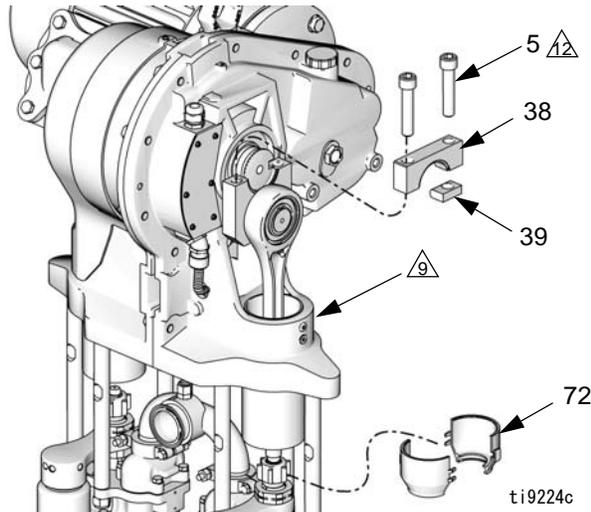

図 6. クランクアームキャップの取り外し
- 図6を参照してください。1/2インチ六角ドライバを使用して2本の押さえネジ(5)を緩めて外します。クランクアームキャップ(38)およびキー(39)を取り外します。必要に応じて、プラスチック製のハンマーを使用して、これらの部品を叩いて緩めてください。
- クランクアーム (4) を出力シャフト (OS) にはまるような位置に置き、出力シャフトの下端の方向に回転させます。
- スライダシリンダ (2) の上端の上に清浄な布を置き、再組み立て中に、ごみがスライダーアセンブリ内に落ちるのを防ぎます。
- 図 6 を参照してください。押さえネジ (5) のネジ山に固着防止潤滑剤 (LPS®-04110 または同等のもの) を塗布します。キー (39)、クランクアームキャップ (38) および押さえネジ (5) を図のように向けて取り付けます。ギャップ側ネジを緩めている間、キー側ネジに 283-310 N·m (210-230 フィート-ポンド) のトルクを与えます。それからギャップ側のネジに 283-310 N·m (210-230 フィート-ポンド) のトルクを与えます。210-230 フィート-ポンド (283-310 N·m) のトルクを与えたら、ネジに追加で 2、3 回、または回転が止まるまでトルクを与えます。
- カラー (13) が結合ナット (14) 内の所定の場所にあることを確認します。
- スライダピストン (9) の平面部に 3/4 インチレンチを置いて、結合ナット (14) を緩め付ける際に、スライダピストンの回転を防ぎます。レンチをタイロッド (3) またはポンプスタンドに寄り掛かる方向に向けます。結合ナット (14) をスライダピストン (9) にはめて締め付け、102-108 N·m (75-80 フィート-ポンド) のトルクを与えます。
- 下のリップをウエットカップのキャップの溝に合わせることで、シールド (72) を取り付けます。2 つのシールドを互いにはめ込みます。